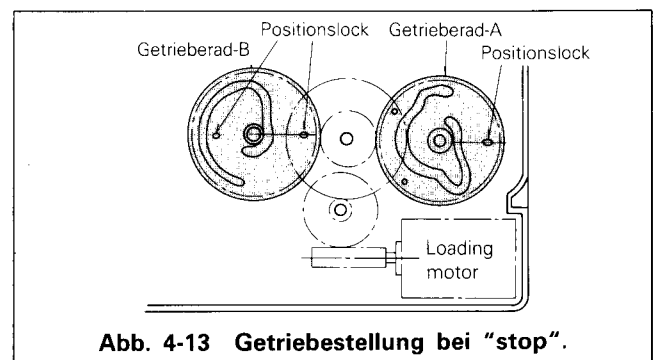

Abb. 4-13 Getriebebestellung bei "stop".
3. Die Position des Getrieberads A und B auf dem Hauptchassis in der Stellung Stop sollte wie in Abb. 4-13 sein. Stellen Sie sicher, daß die Positionslöcher in der richtigen Stelle stehen.